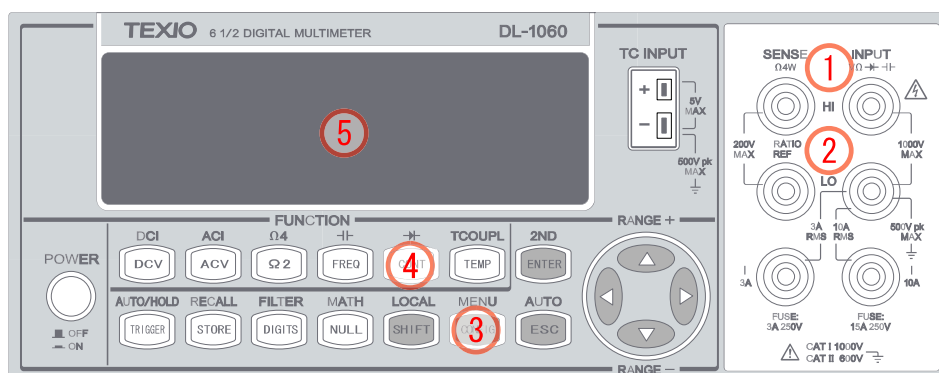

図 2-8
- ① 図 2-8 に示すようにテストリードを端子に接続します。
- ② テストリードを測定対象に接続します。
- ③ CONT ボタンを押します。
- ④ CONFIG、ENTER ボタンを順に押して抵抗のしきい値を設定します。初期設定を使用する場合は、次のステップに進んでください。設定ができたなら ENTER ボタンを押します。
- ⑤ 測定値がディスプレイに表示されます。テスト抵抗がしきい値以下の場合、マルチメータのビープ音が鳴ります。